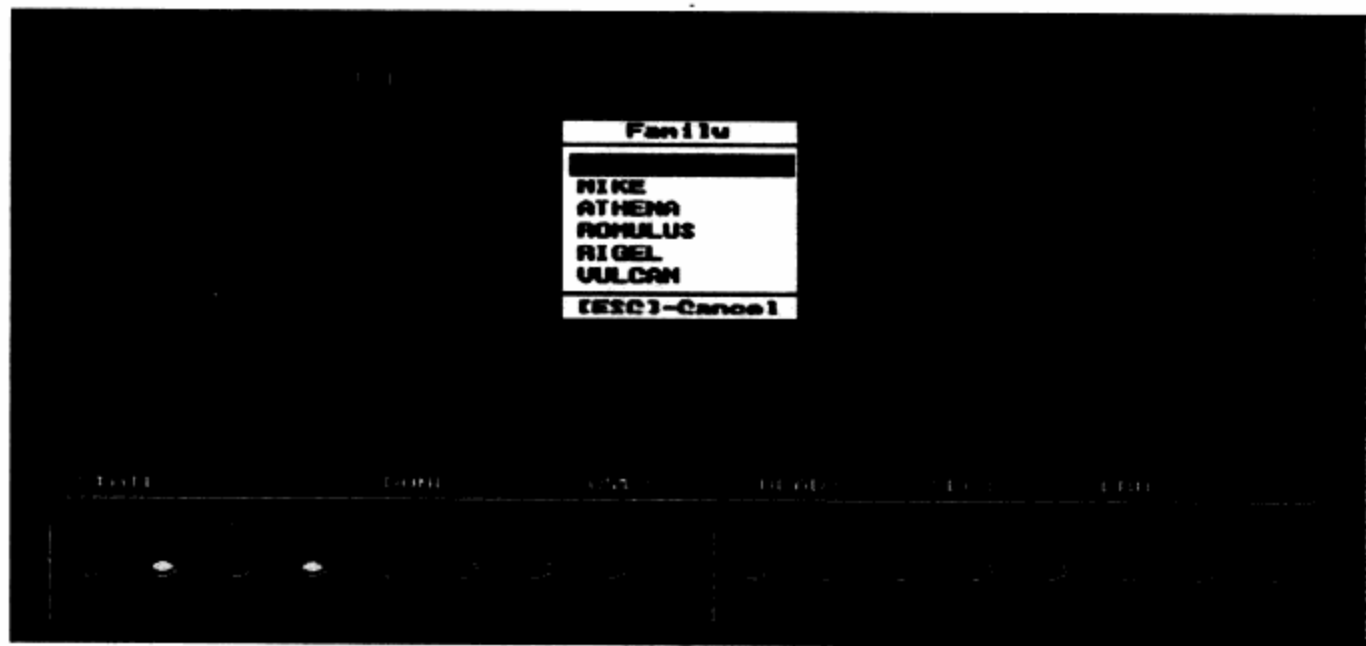

图11-1 选择硬盘的生产厂家
**步骤 03** 提示选择硬盘的生产厂家的窗口，选择RIGEL菜单，就是5T040H4型号硬盘的生产厂家。如图11-1所示。